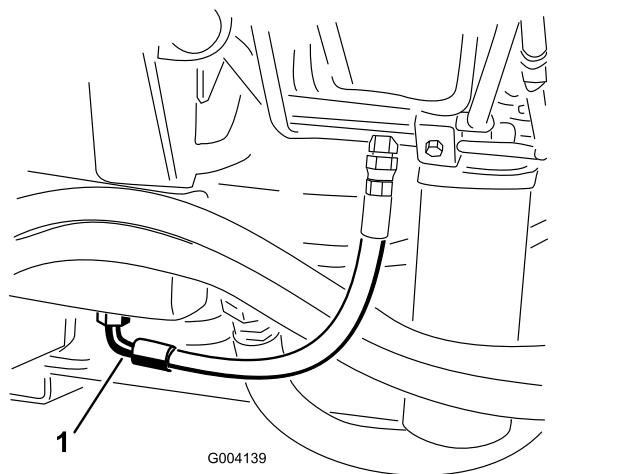

Figura 68
3. Collocate una bacinella di grandi dimensioni sotto il raccordo previsto sulla base del serbatoio del fluido idraulico (**Figura 68**).